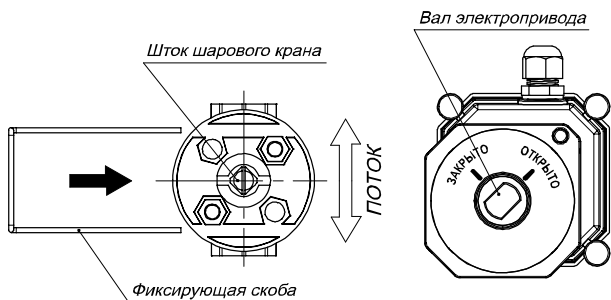

Рис. 1. Ориентация вала шарового крана и вала электропривода Hidrolock Ultimate BS.
- 1) Перед установкой быстроразъёмного соединения необходимо правильно сориентировать шток шарового крана и вал электропривода. Кран должен находиться в открытом состоянии. Продольная риска на штоке шарового крана должна располагаться вдоль движения потока. Вал электропривода должен находиться в положении **ОТКРЫТО** (рис. 1).